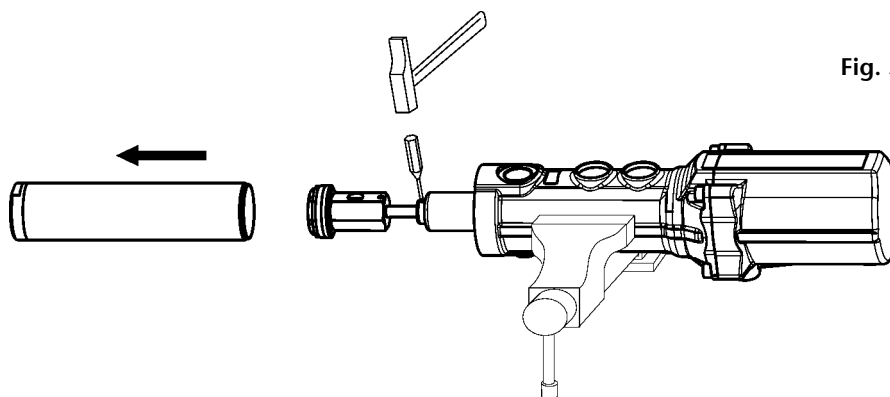

Fig. 5
3. Remove the pin (943041) situated in the upper part of the connecting rod (735410-S/734504-L) (fig. 5) and unscrew the rod from the air piston (734224).
3. Extraer el pasador (943041) situado en la parte superior del eje válvula impulsión (735410-S/734504-L) (Fig. 5) y desenroscar el eje del vástago (734224).